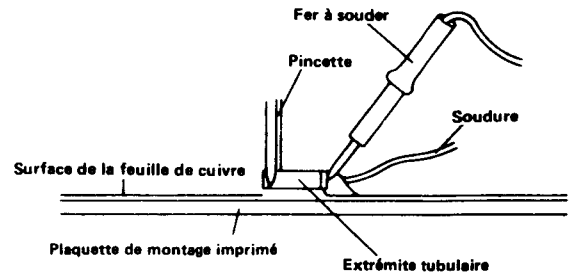

Figure 23-4
2. Tout en tenant un des bouts de la pièce avec une pincette, souder complètement les deux bornes de celle-ci, l'une après l'autre. Voir la Figure 23-4.
2. Lorsqu'on touche la pièce avec une pincette, tenir sa borne mais jamais son corps. Voir la Figure 23-4.